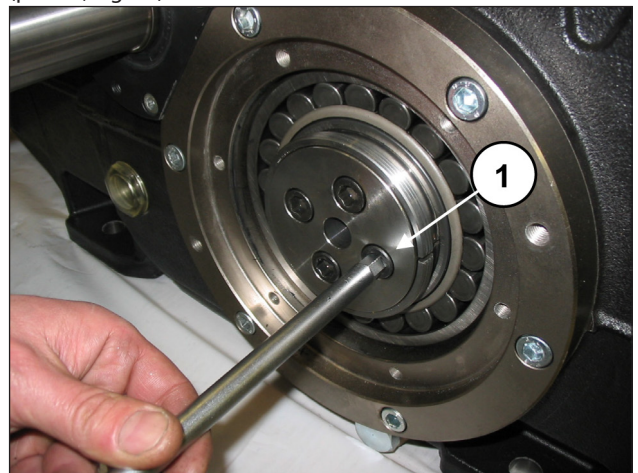
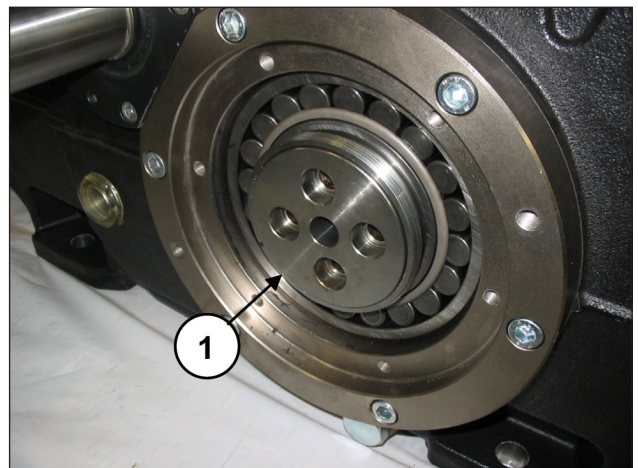

Fig. 14
Fig. 15
Solte e extraia os parafusos de fixação da flange de bloqueio da bússola, de ambos os lados (pos. ①, Fig. 14). A flange de bloqueio da bússola deve ser deixada no local (pos. ①, Fig. 15).